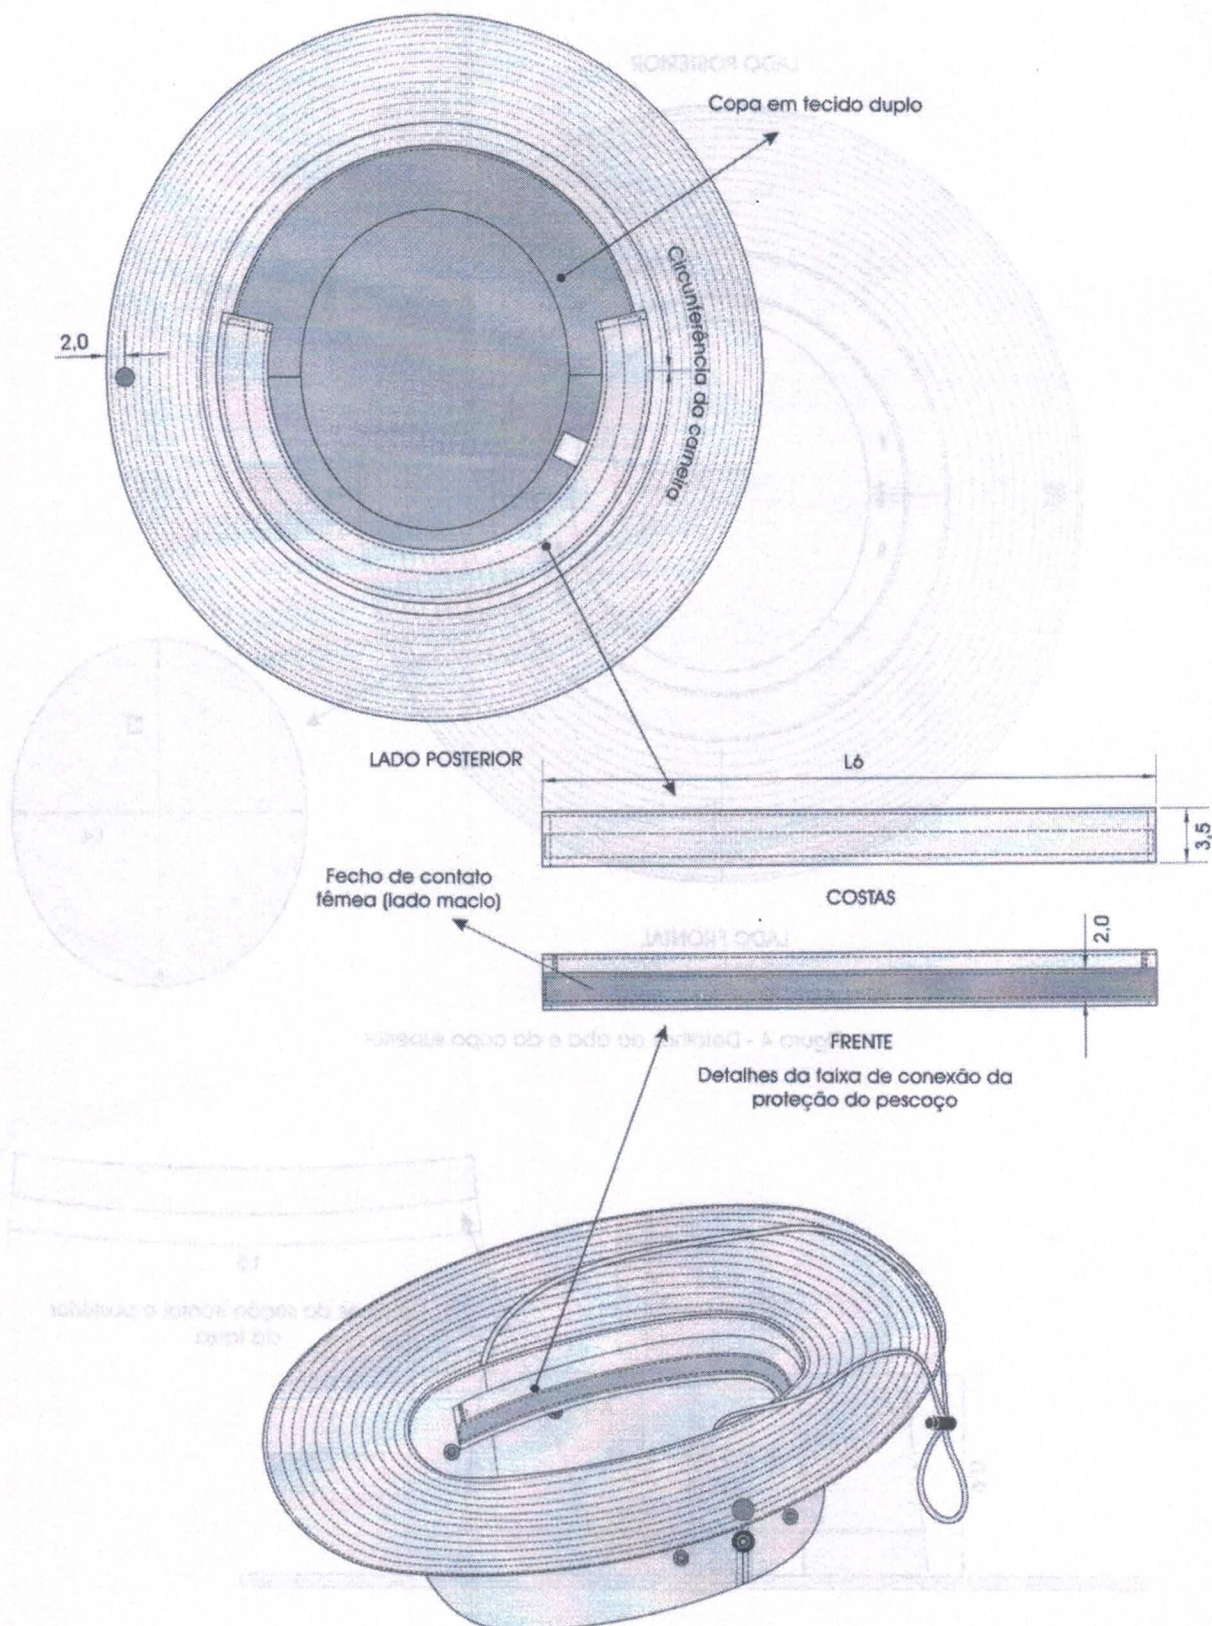

Figura 6 - Detalhes da carneira e da faixa de conexão da proteção do pescoço
**4.1.6** Face interna da copa na parte posterior é aplicado no limite inferior da copa uma faixa no mesmo tecido medindo 3,5 cm de largura com comprimento variável L6 e sobre essa faixa é aplicado uma tira de fecho de contato fêmea (lado macio) medindo 2,0 cm de largura para a conexão da proteção do pescoço (ver figura 6);
**4.1.8** Proteção para o pescoço confeccionada no mesmo tecido do chapéu com largura total variável L7 e comprimento total de 33,0 cm e acabamento em viés em toda a borda medindo 0,8 cm de largura. Fechos de contato macho e fêmea medindo 5,0 cm de largura por 5,0 cm de comprimento aplicadas nas extremidades pontas para o fechamento da peça e fecho de contato macho (lado áspero) medindo 2,0 cm de largura aplicado no limite superior da proteção, para conexão com a carneira (ver figura 6 e 7);
**9.4** Etiqueta de identificação e conservação da peça, (figura 11), inserida internamente na costura de união da carneira com a aba, na direção da costura de união da carneira (ver figura 6);